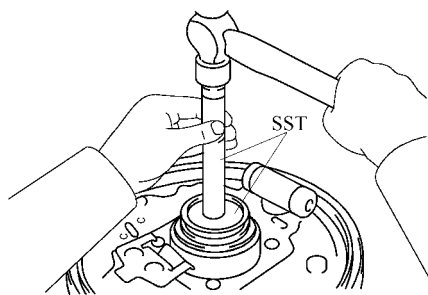

图 14-125 安装油封（外侧）
(3) 安装油封（外侧）。使用前桥毂与驱动小齿轮轴承工具和锤子安装新油封，如图 14-125 所示。然后在油封的唇部涂敷多功能润滑脂。